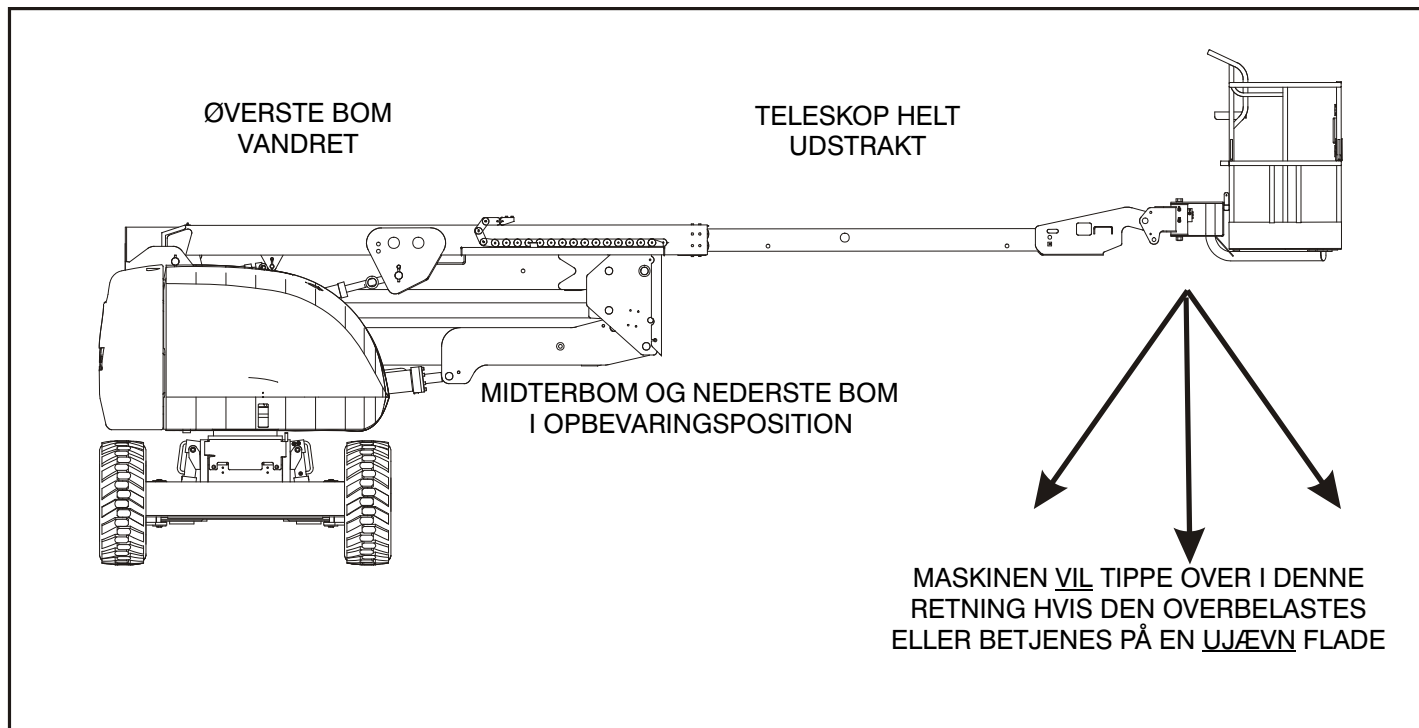

Figure 4-1. Stilling med mindste fremover-stabilitet
Maskinens stabilitet er baseret på to (2) forhold som kaldes FREMOVER- og BAGOVER-stabilitet. Maskinens position med mindste FREMOVER-stabilitet vises i (Se Figure 4-1.), og dens position med mindste BAGOVER-stabilitet vises i (Se Figure 4-2.)